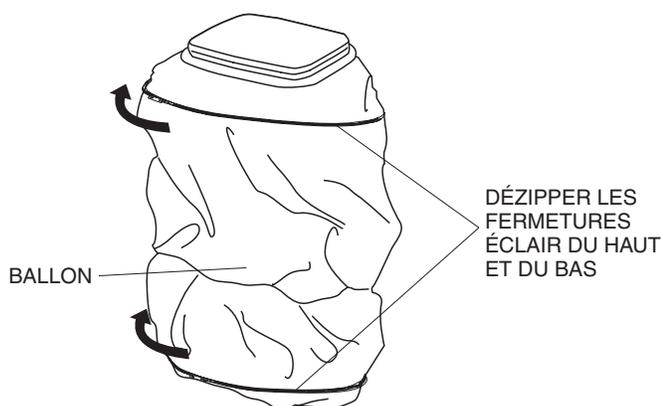

Figure 40. Dézipper le ballon
1. Dézipper la fermeture éclair au haut et au bas du ballon. Voir Figure 40.